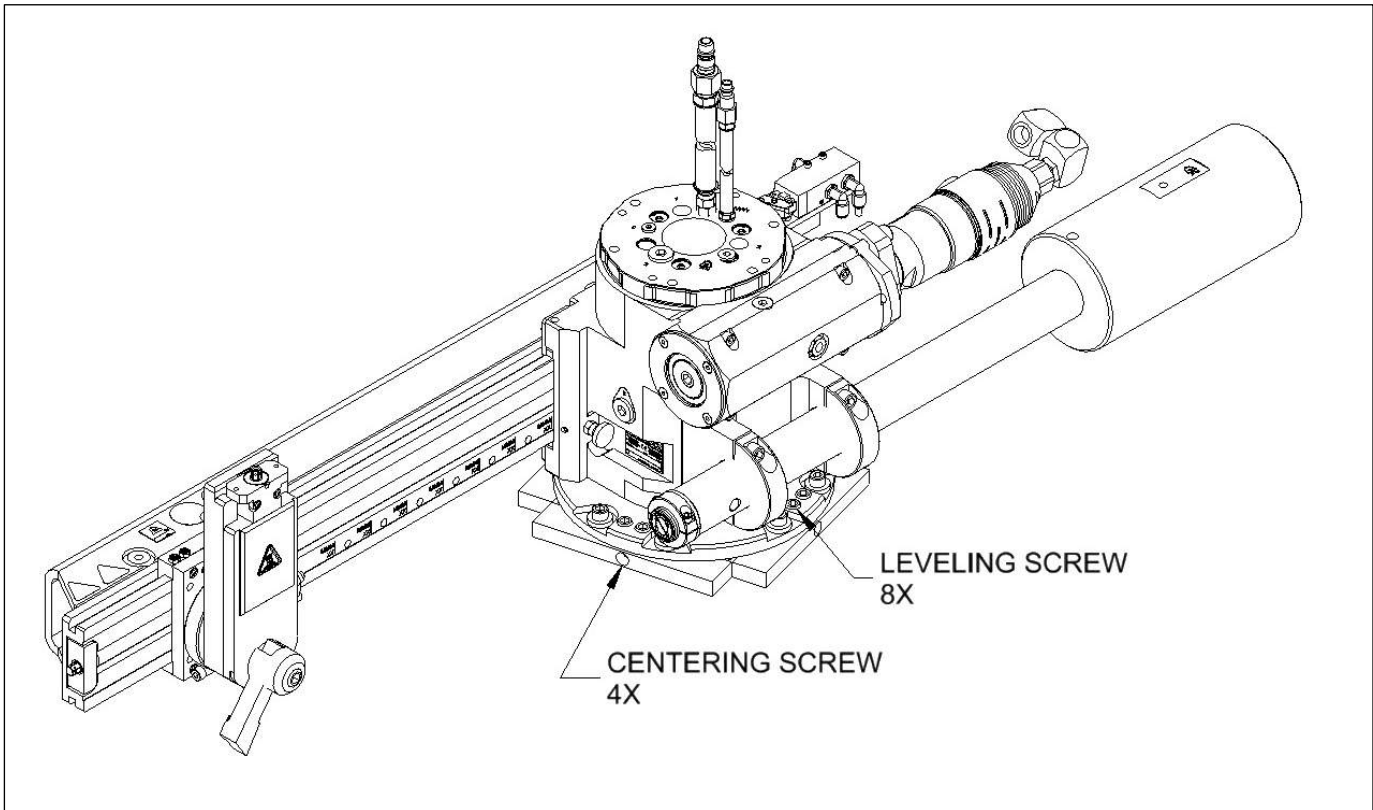

Abbildung 3-25. FF6300 Anordnung für Oberflächenmontage
4. Stellen Sie das Ausmaß ein, wie die Maschine die beiden M16-Einstellschrauben in jedem Quadranten der Montageplatte nutzt (Abbildung 3-25).